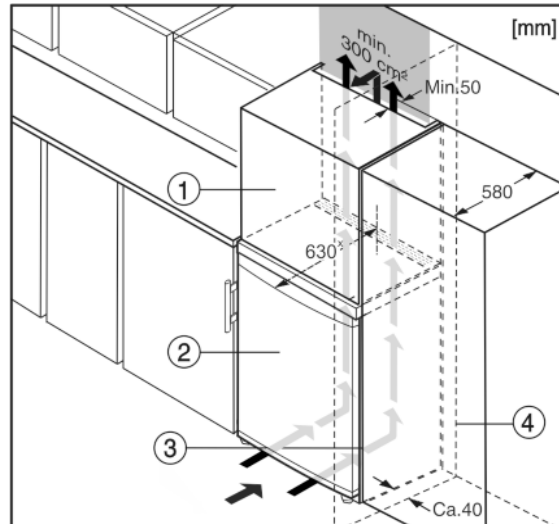

Fig. 10
- (1) Nadstavná skrinka*
- (2) Zariadenie*
- (3) Kuchynská skriňa*
- (4) Stena*
Zariadenie môže byť zabudované medzi kuchynskými skriňami. Aby sa zariadenie Fig. 10 (2) prispôbilo výške kuchynskej linky, môže sa nad zariadením umiestniť nadstavná skrinka Fig. 10 (1).
Pri vstavaní s kuchynskými skriňami (hĺbka max. 580 mm) je možné zariadenie inštalovať priamo vedľa kuchynskej skrine Fig. 10 (3). Zariadenie vyčnieva nabok 34 mm * a v strede zariadenia 50 mm * oproti prednej časti kuchynskej skrine.*
Ak je zariadenie umiestnené so zavesením vedľa steny Fig. 10 (4), musí vzdialenosť medzi zariadením a stenou činiť minimálne 40 mm. To zodpovedá presahu držadla pri otvorených dverách.*